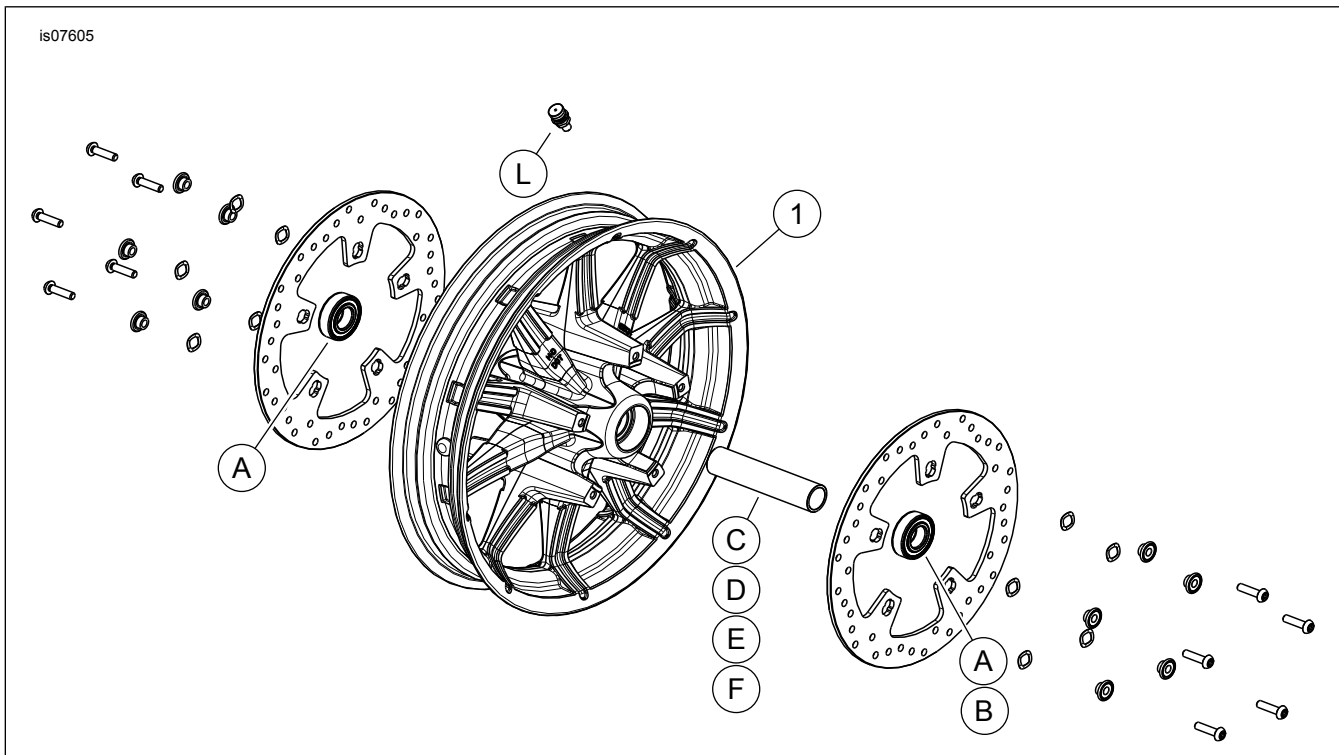

Figura 1. Peças de reposição: RODAS DIANTEIRAS IMPELLER
2. Veja Figura 1. Instale o conjunto da haste da válvula (L) na roda. Consulte PNEUS no Manual de serviço.